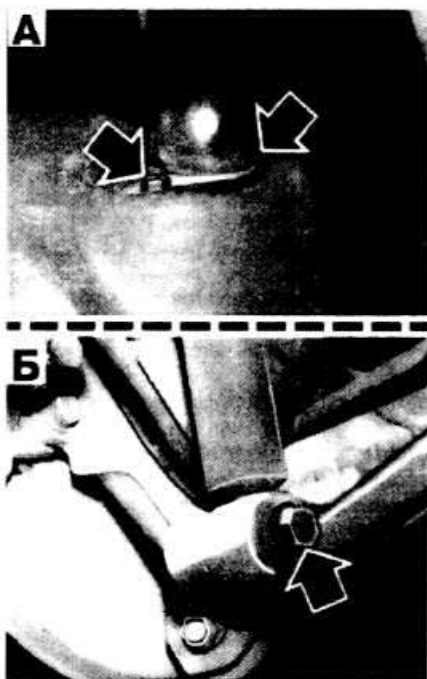

Рис. 11-1. Стрелками показаны гайки крепления верхней опоры амортизатора (А) и болт нижнего крепления амортизатора (Б)
- Отвернуть две гайки крепления верхней опоры амортизатора (рис. 11-1).